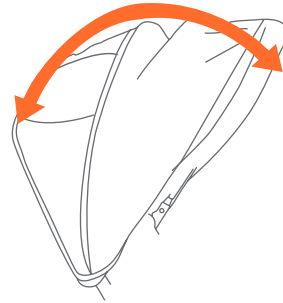

Fig. 8
- 8) • Pour ouvrir l'auvent : poussez vers l'avant sur le bord avant de l'auvent, tout en maintenant le bord arrière en position stable (Fig. 8).
- Pour plier l'auvent : tirez vers l'arrière sur le bord avant (Fig. 8).